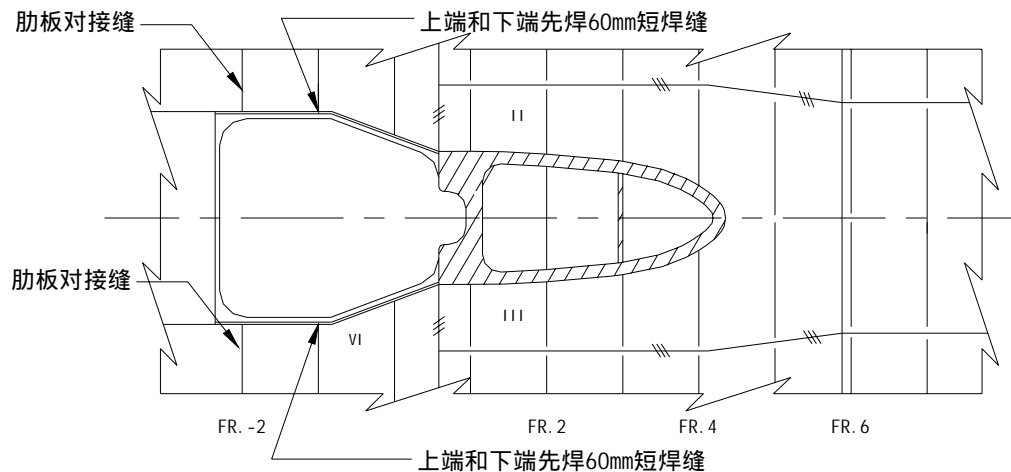

图 7
3.4 焊前在挂舵臂与横向肋板角焊缝上端和下端先焊 60mm 短焊缝,防止在挂舵臂与平台板焊接时定位焊缝崩裂,定位焊长度为 50mm。如图 7。